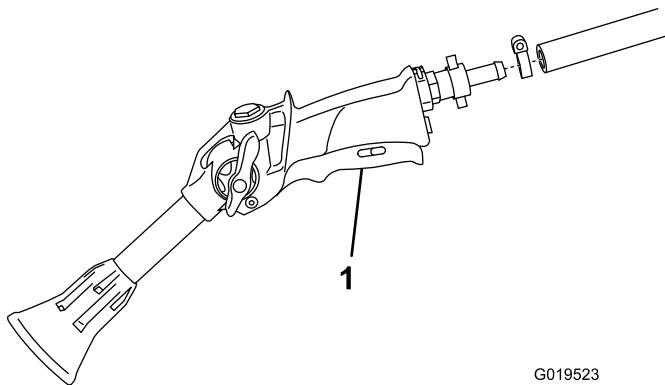

Figure 11
- Connectez l'extrémité libre du long flexible au raccord du pistolet pulvérisateur (Figure 11).